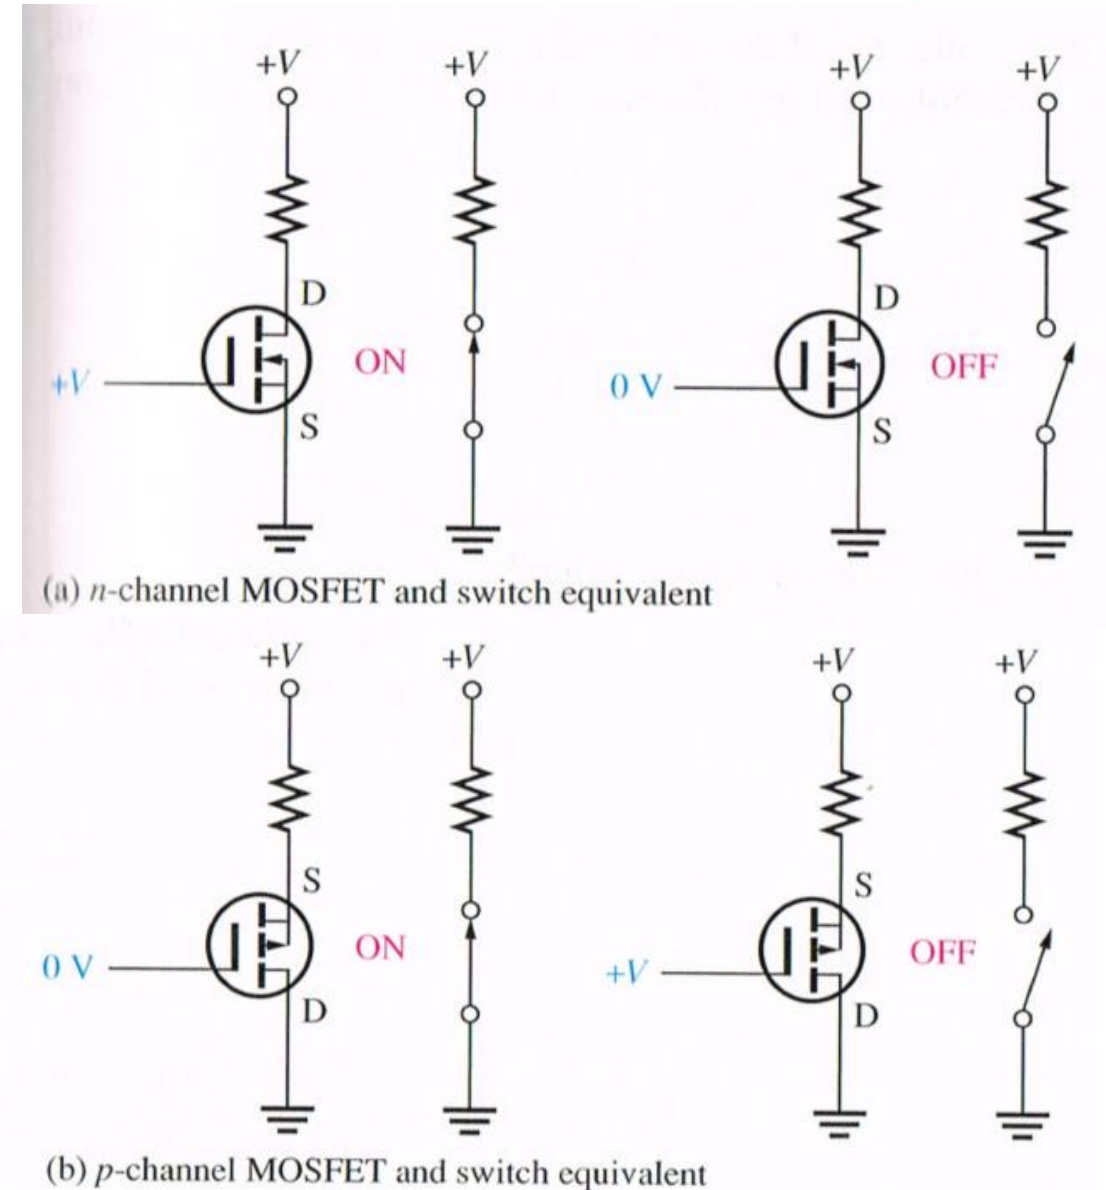

FIGURE 4-53 The MOSFET as a switch.
- Fig. 4.53(a) : Als bij N-kanaal MOSFET $V_G = +V$ dan is V_G zodanig positiever dan V_S dat $V_G > V_{GS(th)}$ waardoor MOSFET zich als een gesloten schakelaar gedraagt
- Fig. 4.53(b) : Als bij N-kanaal MOSFET $V_G = 0V \Rightarrow V_G < V_{G(th)} \Rightarrow$ MOSFET gedraagt zich als open schakelaar